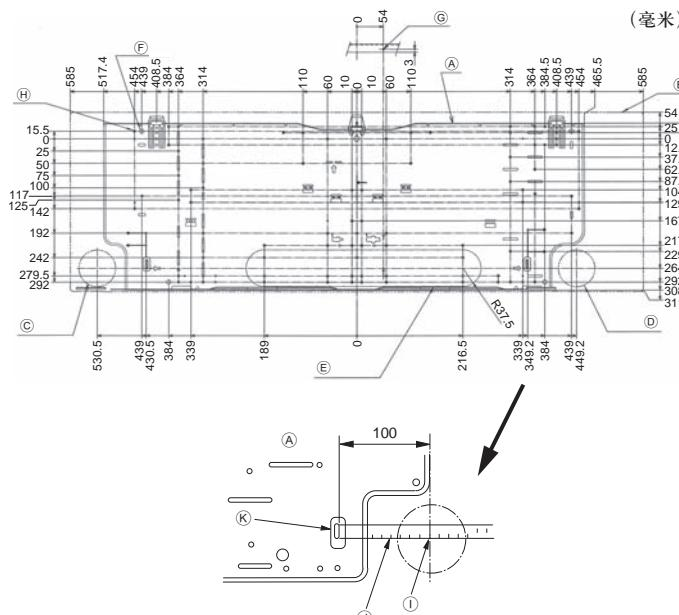

Fig. 3-2
■ PKFY-P-VKM-E (Fig. 3-2)
- Ⓐ 安装板 ①